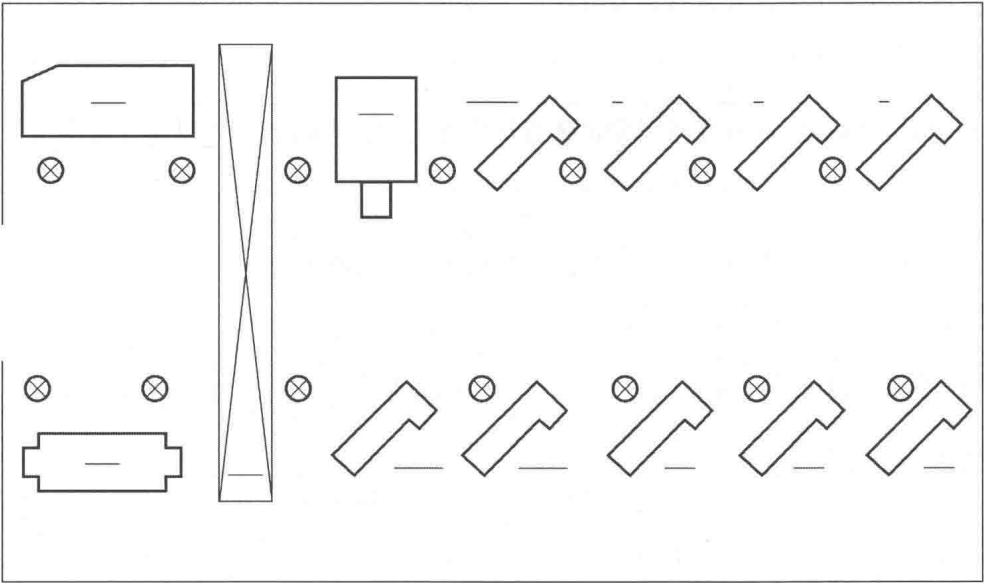

图 1-1 机械车间的设备分布
- (1) 勘察施工现场，描述现场的特征。机械车间的设备分布如图 1-1 所示。
- (2) 根据图 1-1 填写表 1-3。